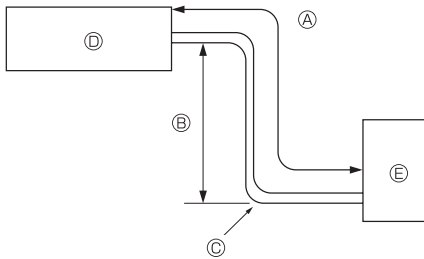

Fig. 1-1
1.1. Refrigerant pipe (Fig. 1-1)